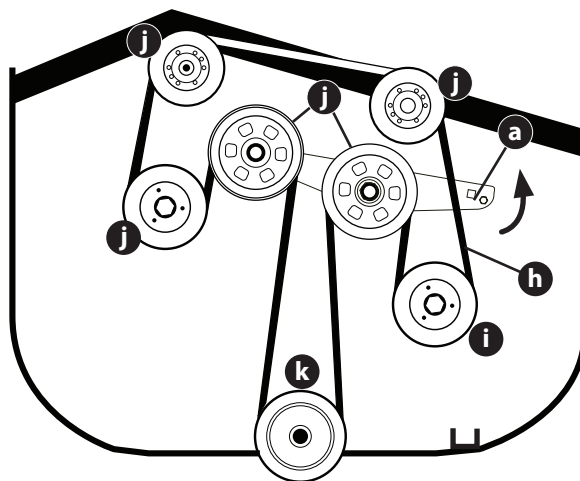

Figura 42
- Con una llave de 1/2" (12,7 mm) en el soporte de la polea tensora (a), gire la llave hacia la parte delantera del cortadora de césped y deslice la correa de transmisión de la TDF (h) fuera de la polea derecha del eje (i) (Figura 42).
- Mientras sostiene el soporte de la polea loca, afloje la correa de la plataforma de la TDF alrededor de las poleas (j) y embrague de la PTO (k) y deslice la correa alejándola de las poleas (Figura 42).